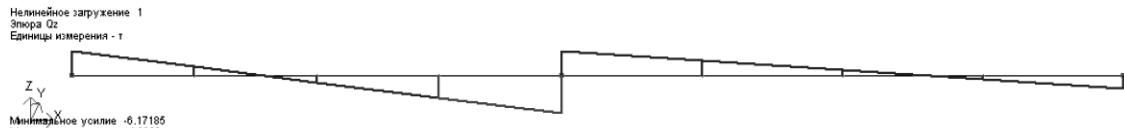

Рис.7.26. Эпюры поперечных сил Q_z
- Для вывода эпюры Q_z (рис.7.26), выполните пункт меню **Усилия ⇒ Эпюры ⇒ Эпюры поперечных сил (Q_z)** (кнопка  на панели инструментов).